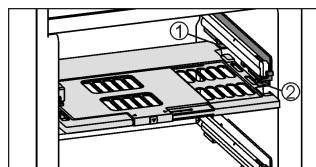

Fig. 8
► Vochtreguleringsplaat terugplaatsen: dekselranden van de plaat van onder in de achterste houder Fig. 8 (1) plaatsen en aan de voorkant in de houder Fig. 8 (2) vastklikken.